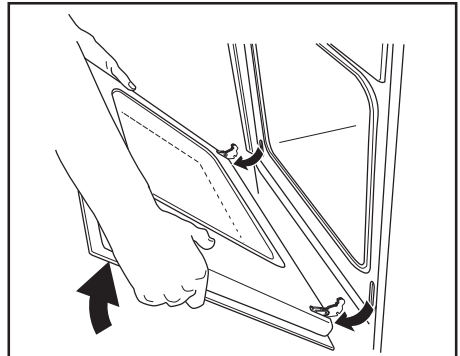

Figura 3
- 4) apucați cele două margini exterioare și închideți la loc încet dar nu **COMPLET** ușa cuptorului (Figura 3);
- 5) trageți de ușă înspre dvs. și ridicați-o din locașul său (Figura 3);